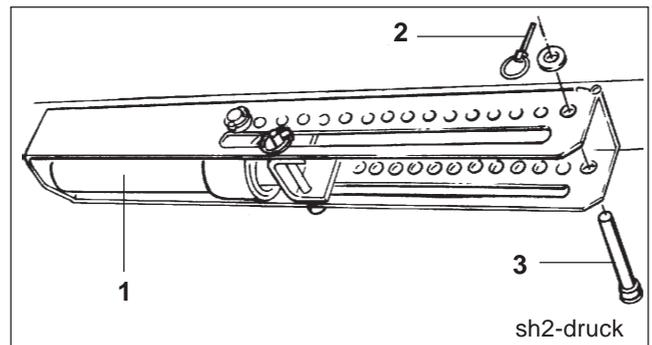

Fig. 12.7
- Mettez le vérin hydraulique (fig. 12.7/1) en échappement.
- Introduisez l'axe (fig. 12.7/3) dans un des trous de la grille de réglage et verrouillez-le à l'aide d'une goupille agricole (fig. 12.7/2).